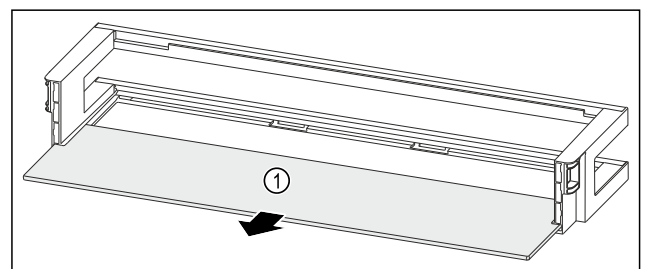

Fig. 239 Türabsteller mit Abstellfläche
- ▶ Abstellfläche Fig. 239 (1) entnehmen.